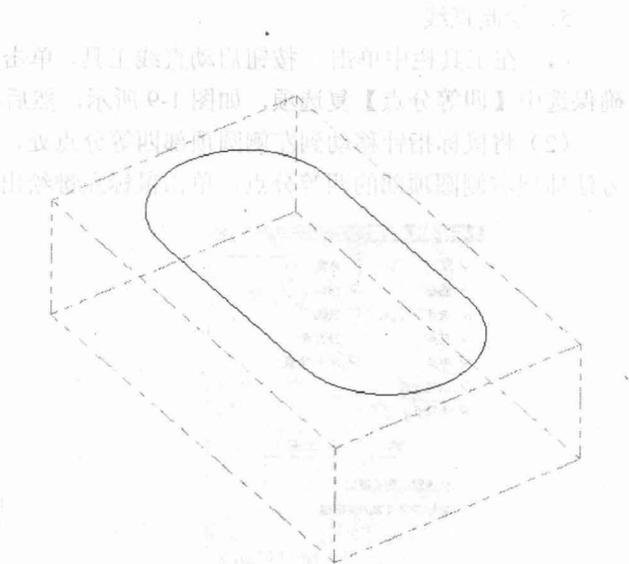

图 1-15 生成的毛坯工件
(2) 在【机器群组属性】对话框中单击  按钮，最后生成的毛坯工件如图 1-15 所示。